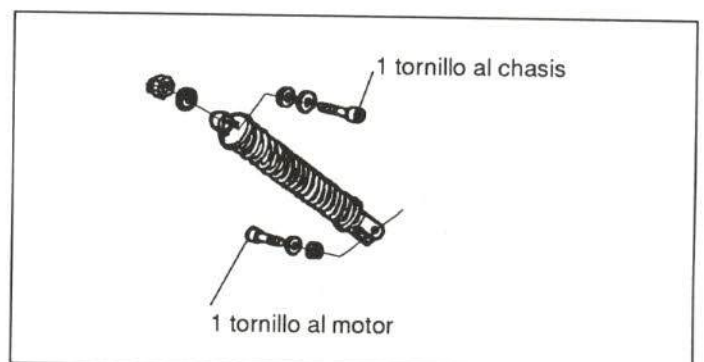

Figura 27.- Fijación del amortiguador
- Soltar parte inferior del amortiguador (figura 27)
En la figura 27 se muestra su fijación.